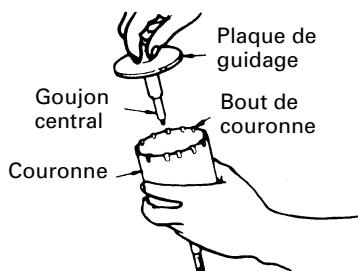

Fig. 20
- (4) Engager la plaque de guidage dans la couronne et tourner la plaque de guidage à gauche ou à droite de manière à ce qu'elle ne puisse pas tomber, même si elle est orientée vers le bas. (Fig. 20)